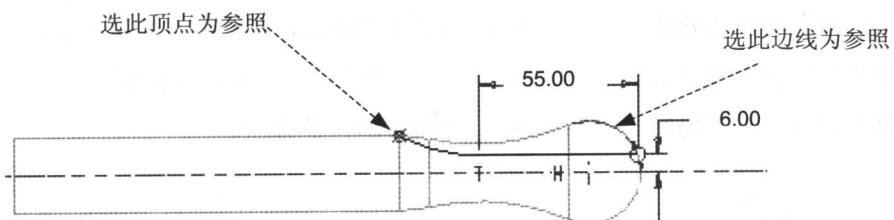

图 1.1.6
- (1) 直接单击拉伸命令图标 ，在出现的操控板中确认实体类型图标  被选中，并单击去除材料图标 .
- (2) 定义草绘截面放置属性：单击操控板中的草绘图标 ，进入草绘截面放置属性定义窗口，草绘平面为 FRONT 面；参考平面为 RIGHT 基准面，草绘平面的参考方位是 Right。
- (3) 单击草绘截面放置属性定义窗口中的  (草绘) 按钮。
- (4) 进入截面草绘环境后，选取图中的顶点及边线为参照，绘制如图 1.1.6 所示的特征截面。